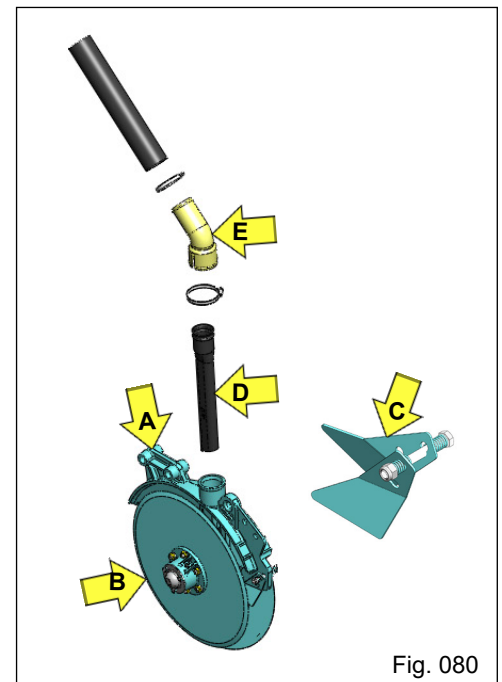

Fig. 080
b) Composto por um suporte dos discos com furos posicionados um a frente do outro "A" (Fig. 080), que permitem que os conjuntos dos discos planos lisos sejam montados desencontrados um em relação ao outro.